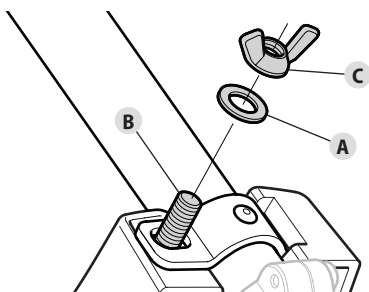

Fig. 4
4. Placez la rondelle (Fig. 4-A) sur le boulon (Fig. 4-B).
5. Vissez l'écrou à oreilles (Fig. 4-C) sur le boulon jusqu'à ce que le bouclier de la tête de coupe soit bien en place.